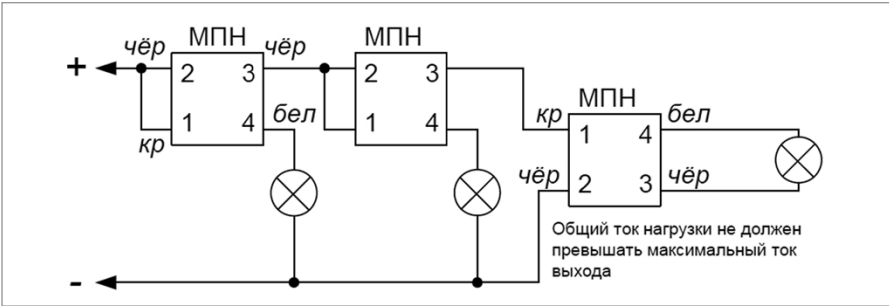

Рисунок 3. Схема подключения нескольких световых табло или сирен к одному выходу блока
4. Если какой-либо из выходов не используется, к его клеммам необходимо подключить модуль подключения нагрузки (МПН), белый (4) и черный (3) проводники которого нагрузить резистором (5,6...10) кОм, 0,5 Вт.
5. Несколько исполнительных устройств подключаются к одному выходу блока по схеме, приведенной на Рисунок 3.